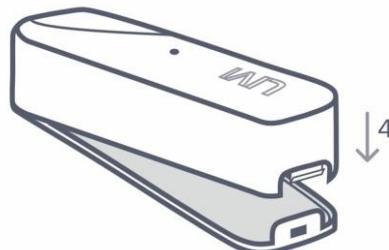

Рисунок 6.4 – Закрытие корпуса датчика открытия
- Закройте крышку датчика (см. рисунок 6.4), убедитесь, что защелки закрыты.